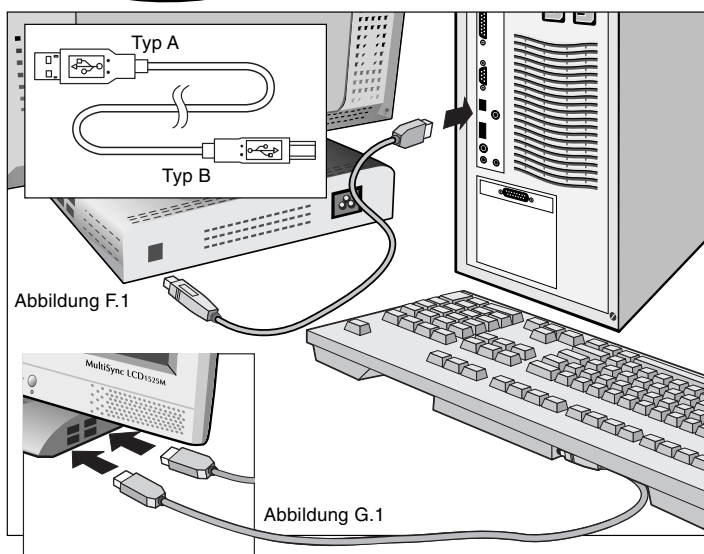

Abbildung F.1
6. Mit dem USB-Kabel den Typ B Verbindungsstecker an den USB-Aufwärtsport hinten am Monitor und den Typ A Verbindungsstecker an den Abwärtsport am Computer anschließen (Abbildung F.1). Wenn Sie das Kabel des USB-Bauelementes verwenden, dann benutzen Sie einen USB-Abwärtsport an der Seite des Monitors (Abbildung G.1).